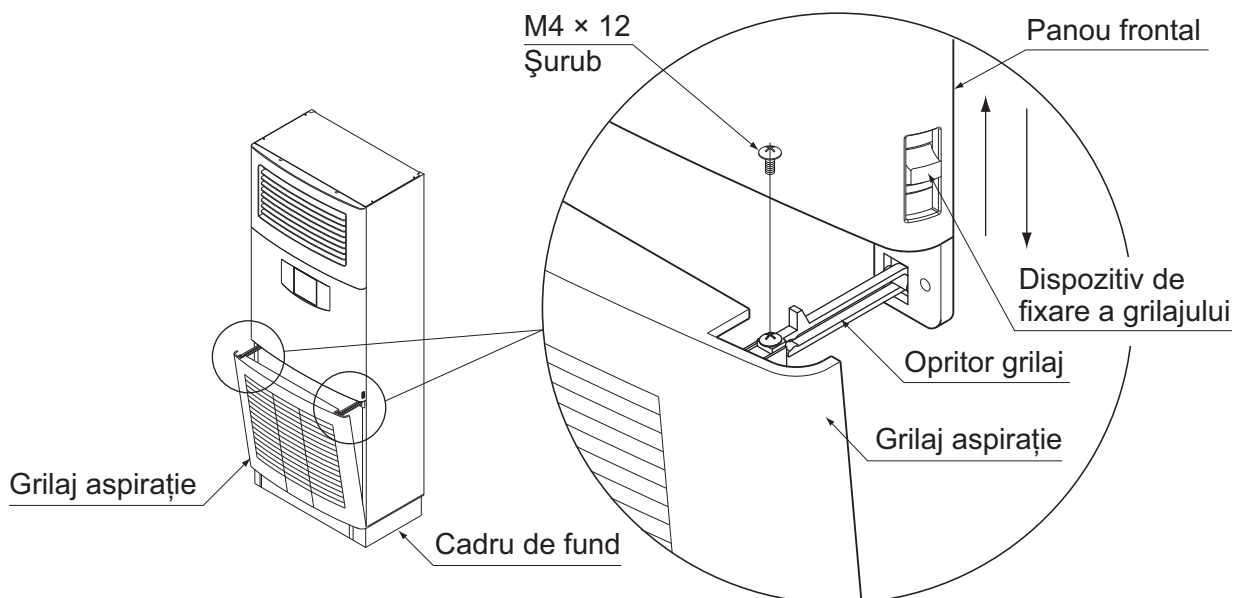

Fig. 41
2. Fixați opritorul grilajului (panoul frontal) în canelura de pe grilajul aspirației și blocați grilajul la locul său cu ajutorul șurubului. (Consultați Fig. 41)
3. Verificați dacă dispozitivul de fixare a grilajului este ridicat, apoi închideți grilajul aspirației. După închiderea grilajului, coborâți dispozitivul de fixare a grilajului. (Consultați Fig. 41)